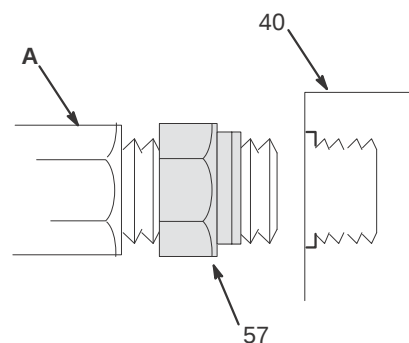

Рис. 1
ПРИМЕЧАНИЕ. В комплект двигателя входит уплотнение диаметром 1 дюйм npt (57) в пластиковом пакете. Навинтите уплотнение на резьбу фитинга (А) гидравлической линии возврата. Ввинтите фитинг в верхний корпус (40) и затяните с необходимым усилием. Затем затяните уплотнение (57) относительно двигателя, чтобы обеспечить надежное уплотнение. См. рис. 1.